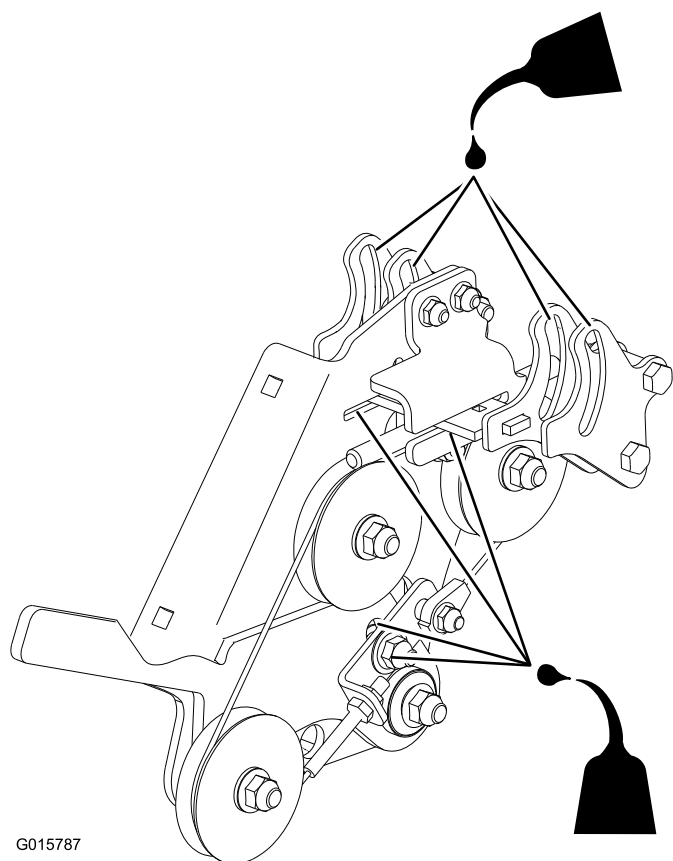

Figura 26
7. Lubrique el control de velocidad con aceite 3-EN-UNO® o equivalente. Vea las posiciones correctas en Figura 26.